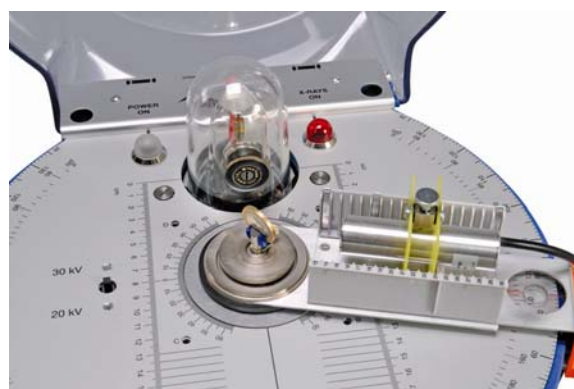

Fig. 2 Montaje del detector de energías de rayos X en el brazo goniómetro del aparato de rayos X (U192001)
- Se coloca el soporte del detector de energías de rayos X a la distancia deseada en el portador del brazo goniómetro (ver Fig. 2).